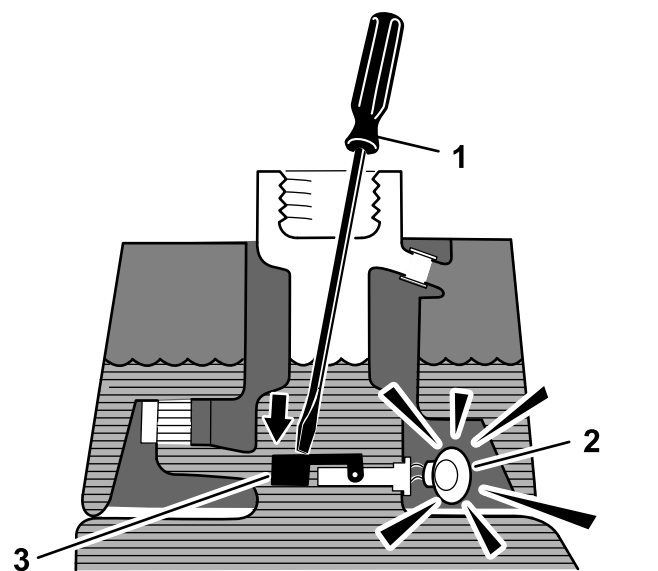

Figura 49
3. Insira uma barra ou uma chave de parafusos limpa no bocal do depósito e empurre com cuidado o comutador (Figura 49) para baixo. O alarme deverá ser ativado ao fim do período de desfasamento de um segundo.